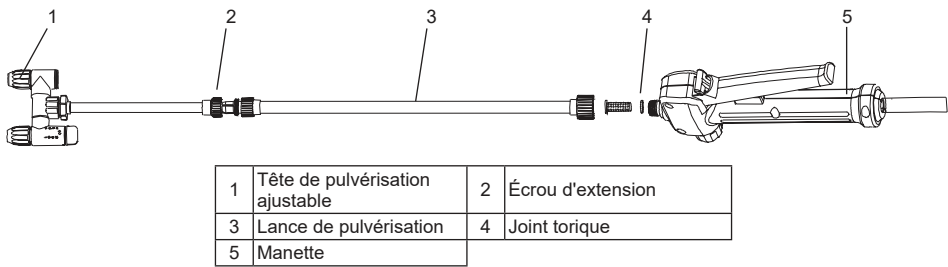

Figure 1
- 2. Il faut garantir que le joint torique est en place, puis vissez la lance de pulvérisation sur la manette en serrant fermement. En référence à la Figure 1.